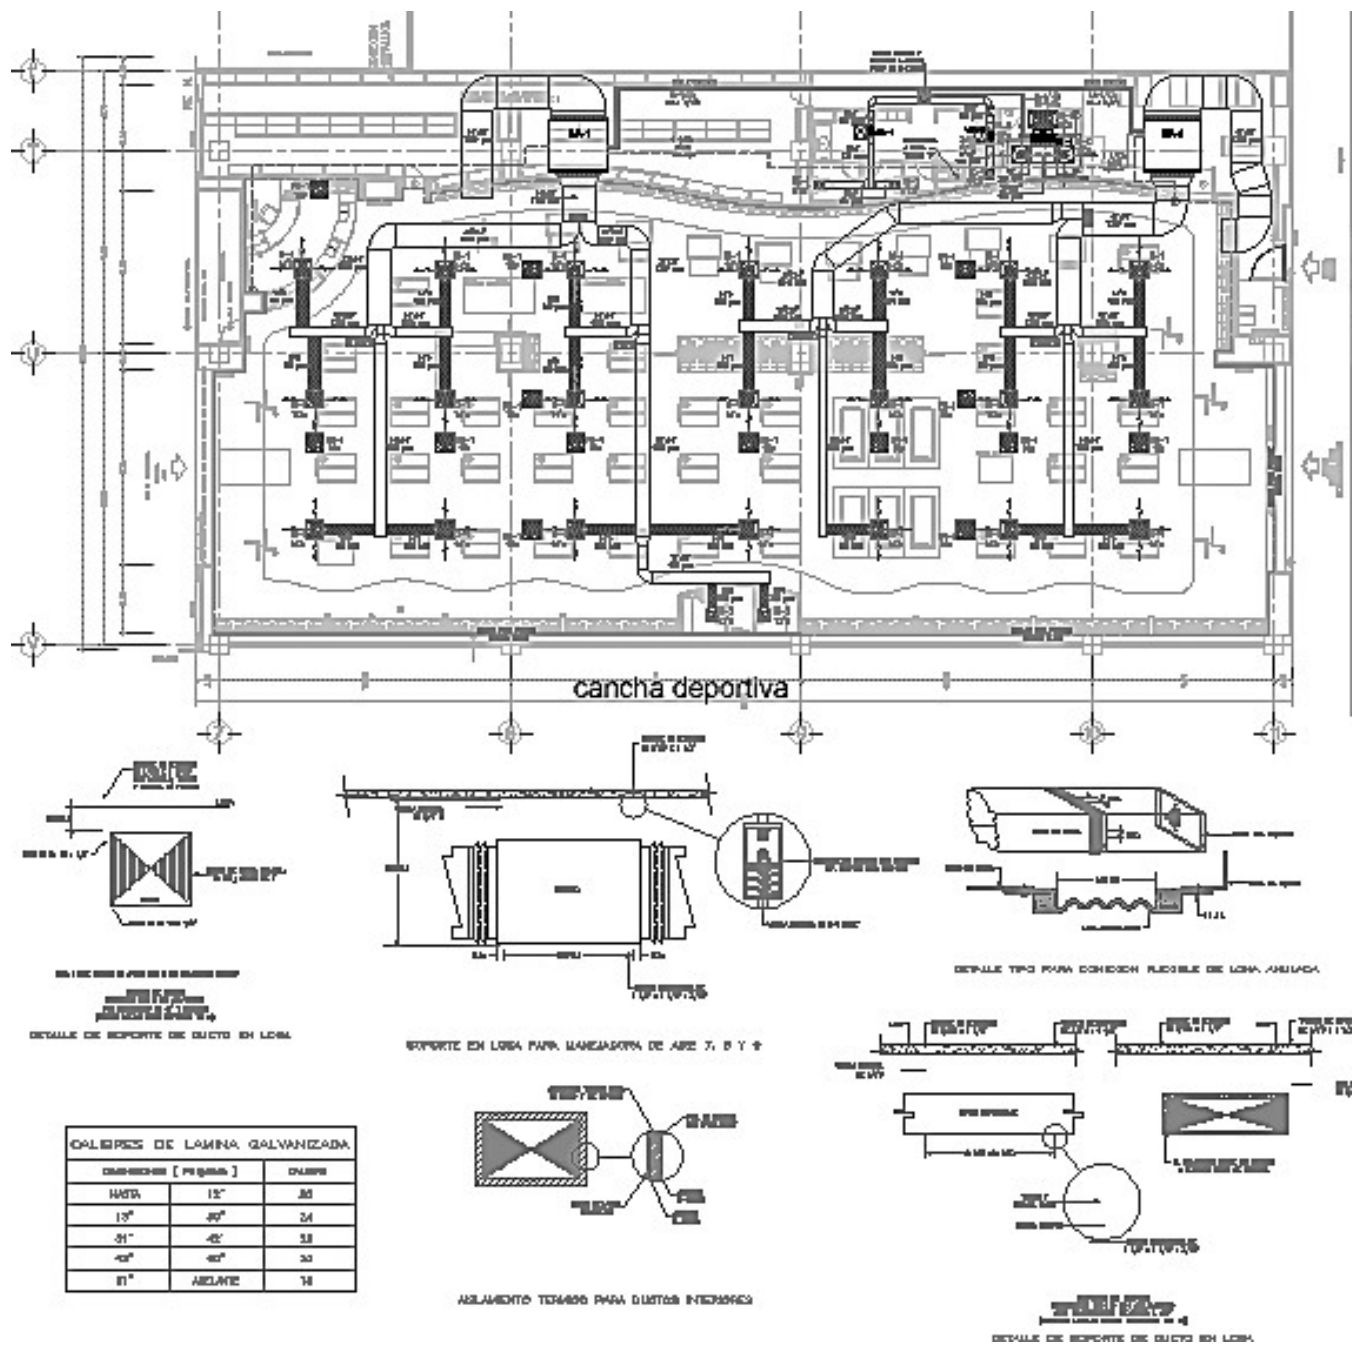

Ilustración 24 .-Aire acondicionado
- Aire acondicionado (Ilustración 24):
Comprenderá, como mínimo, los requisitos siguientes (Ilustración 24):
- Acometida de voz y datos Ilustración 24, subidas de tubería, tubería (conduit aparente u oculta, PVC, etc.), salidas en muro para datos, registros telefónicos, salidas para TV, rosetas de conexión a red de datos